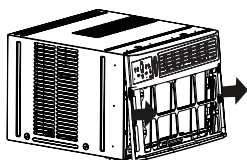

Fig.3
4. Poussez le côté métallique de l'armoire pour libérer les languettes en plastique de chaque côté du panneau avant (voir Fig. 3).